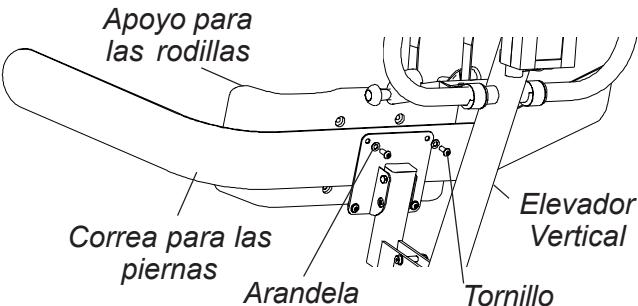

FIGURA 4 - SUSTITUCIÓN DE LA CORREA OPCIONAL PARA LAS PIERNAS
SUSTITUCIÓN DE LA CORREA OPCIONAL PARA LAS PIERNAS (FIGURA 4)
1. Retirar los dos (2) tornillos y tuercas SUPERIORES que fijan el apoyo de las rodillas y la correa para las piernas existente al Elevador Vertical.
2. Aflojar los dos (2) tornillos y tuercas INFERIORES que fijan el apoyo de las rodillas y la correa para las piernas existente al Elevador Vertical.
4. Colocar la nueva correa para las piernas entre los cuatro (4) agujeros previstos, tal como se muestra en la **FIGURA 4**.